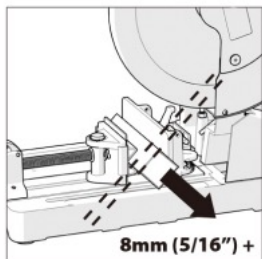

Fig. 12
- **FORSIGTIG:** Minimumslængden på det afskårne stykke skal være 8 mm (5/16 tomme) eller mere for at undgå, at kniven falder ud af knivåbningen og forårsager potentiel fare (fig. 12).